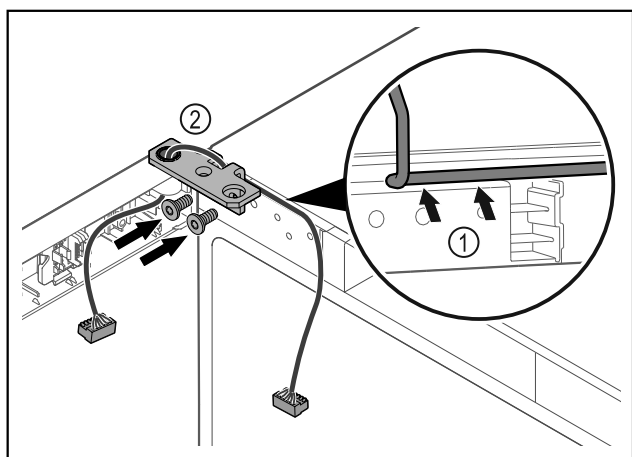

Fig. 40
- ▶ Dirijați cablul prin degajarea colțarului balamalei și dispuneți-l cu precauție Fig. 40 (1).
- ▶ Înșurubați Fig. 40 (2) colțarul balamalei.